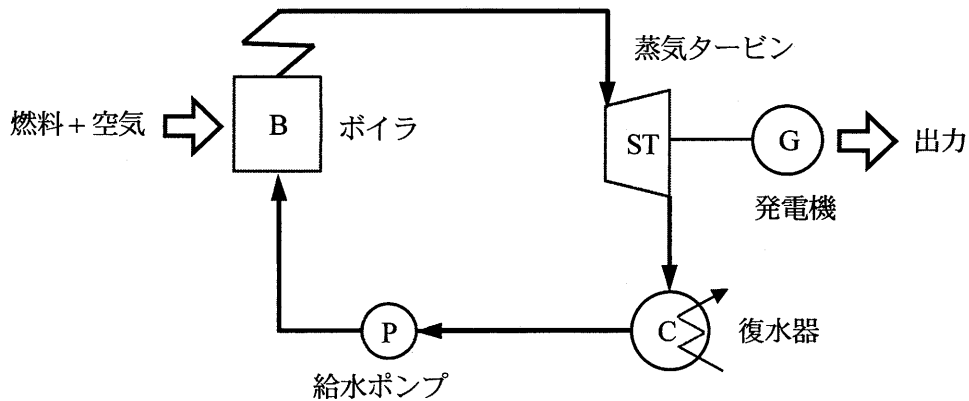
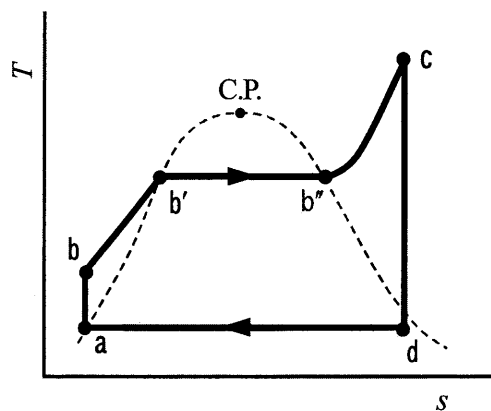
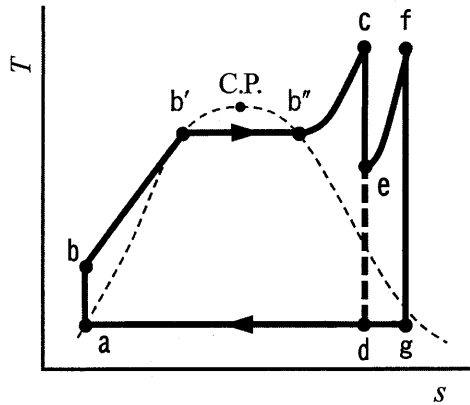

図1
図2
図3
4) 図1のカルノーサイクルを逆に回して、温熱を取り出すヒートポンプとして用いることを考える。外から与えるヒートポンプの仕事量を W' としたとき、温熱として取り出す熱量を Q_{21} とする。ここで、取り出す温熱の温度 T'_H を 350 K、吸熱する低温熱源の温度 T'_L を 270 K とし、1 サイクル中の低温熱源からの吸熱量 Q_{43} を 15 kJ とする。
図1に蒸気原動所の基本的な構成を、図2にその作動流体である蒸気のサイクルにおける温度 T と比エントロピー s の関係を示す。図2において、C.P.は臨界点を示しており、臨界点より左側の破線は飽和液線を、右側の破線は飽和蒸気線を示している。ここで、図中の $a \sim d$ (b' 、 b'' を含む)は作動流体の熱力学的状態点を示す。また、作動流体の比エンタルピーを h とし、各状態点の状態量を表す記号にはその状態点の記号($a \sim d$)を添字として用いる。
2) いま、図2に示す a - b - b' - b'' - c - d - a の基本サイクルを考える。
3) 図3は、図2の基本サイクルの効率を向上させたサイクルである。図中のa～g (b'、b''を含む) は、図2と同様に作動流体の状態点を示す。
ii) 図2の基本サイクルの理論熱効率計算と同様に、この効率向上を取り入れたサイクルの理論熱効率を求める。ここで、 の仕事は他の仕事に比べて非常に小さく、この仕事を無視すると $h_b = h_a$ となるので、サイクルの熱効率は式 $\eta_{th} =$ と表すことができる。